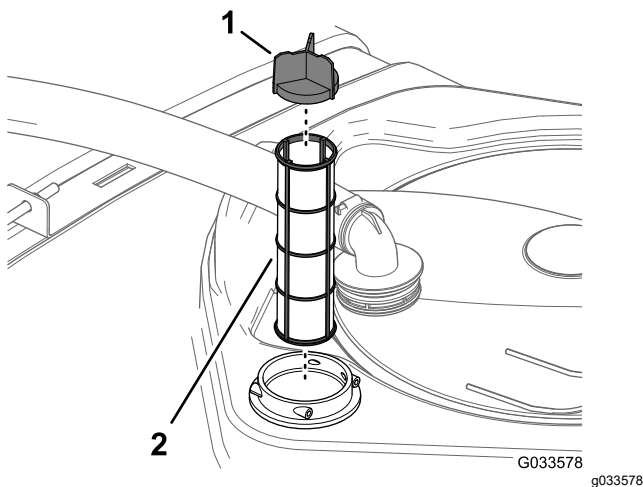

Figure 29
4. Sortez la crépine d'aspiration du logement du filtre dans le réservoir (Figure 29).